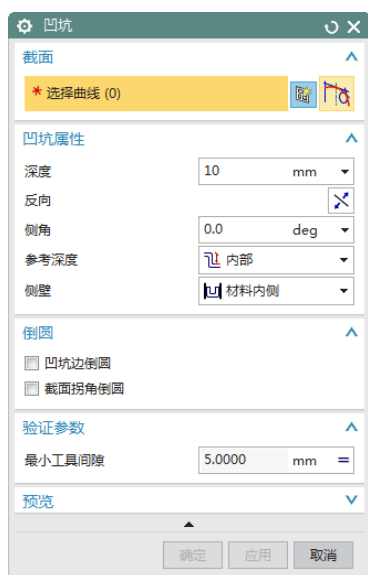

图 11-235 “凹坑”对话框
(1) 选择“菜单(M)”→“插入(S)”→“冲孔(H)”→“凹坑(D)”，或者单击“主页”选项卡“凸模”面组上的“凹坑”按钮 ，打开如图 11-235 所示的“凹坑”对话框。